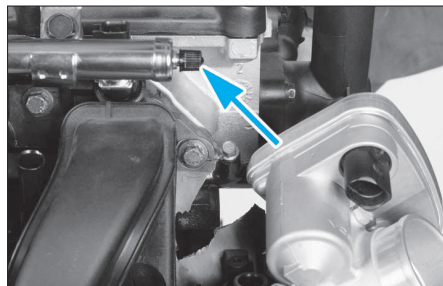

FIG. 43
- Déposer le bouchon situé en bout de rampe (Fig.43).